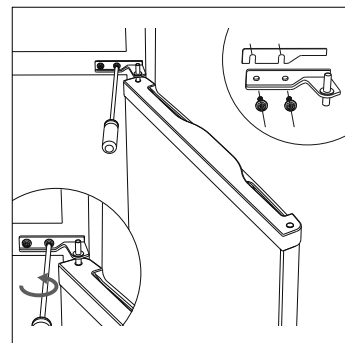

Rys. 6
- Zdejmij zaślepkę sworznia zawiasu z lewej strony drzwi zamrażarki i włóż ją do otworu po prawej stronie (patrz **Rys. 6**).
- Następnie podnieś drzwi zamrażarki (2), aby je wyjąć. Umieść drzwi (2) na miękkiej powierzchni, aby chronić je przed zarysowaniami.